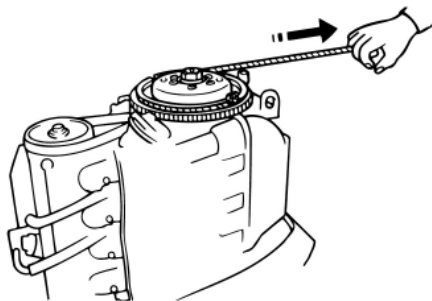

Рис. 44 Запуск двигателя дополнительным шнуром стартера
7. Завяжите на свободном конце шнура узел. Вставьте конец шнура с узлом в паз на маховике и намотайте шнур несколько раз вокруг маховика по часовой стрелке (Рис. 44).